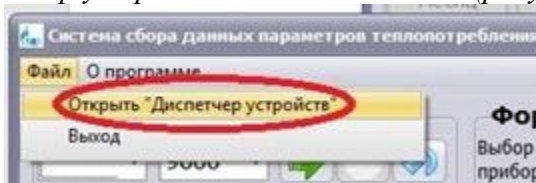

Рисунок 3.
5.1.4 Необходимо выбрать именно тот com-port компьютера, к которому подключён конвертер интерфейсов и теплосчётчик. В случае затруднений нажмите на кнопку «Открыть «Диспетчер устройств» в меню «Файл» (рисунок 3).